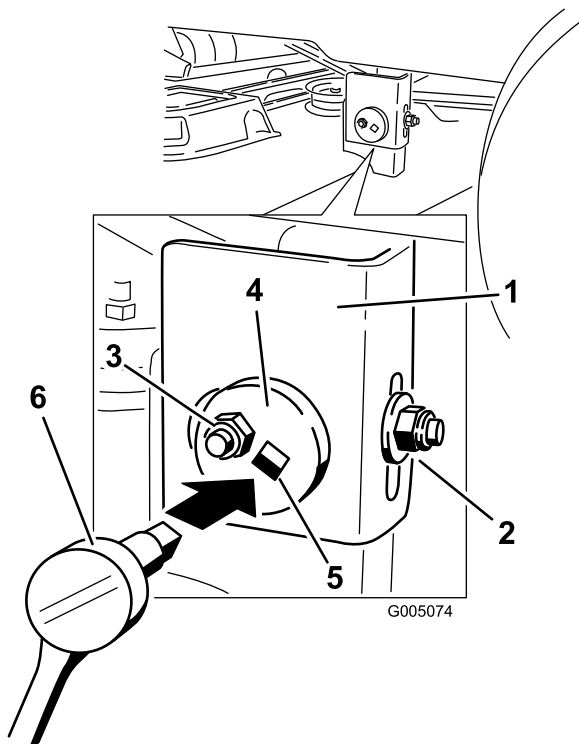

Bild 44
7. Gehen Sie zur linken Seite der Maschine. Lösen Sie (nicht entfernen) die hintere Sicherungsmutter am Hängeprofil (Bild 44).
8. Lösen Sie die seitliche Sicherungsmutter am Hängeprofil so viel, dass Sie die Exzenterplatte einstellen können (Bild 44). Stellen Sie die Exzenterplatte mit einer 9,5 mm Verlängerung auf einem Schraubenschlüssel ein. Verstellen Sie die Höhe des Mähwerks und stellen Sie die gewünschte Höhe mit dem Schraubenschlüssel ein.
9. Stoppen Sie das Mähwerk an der eingestellten Stellung und ziehen Sie die seitliche Sicherungsmutter am Hängeprofil fest, um die neue Stellung zu arretieren (Bild 44). Ziehen Sie die hintere Sicherungsmutter am Hängeprofil fest.